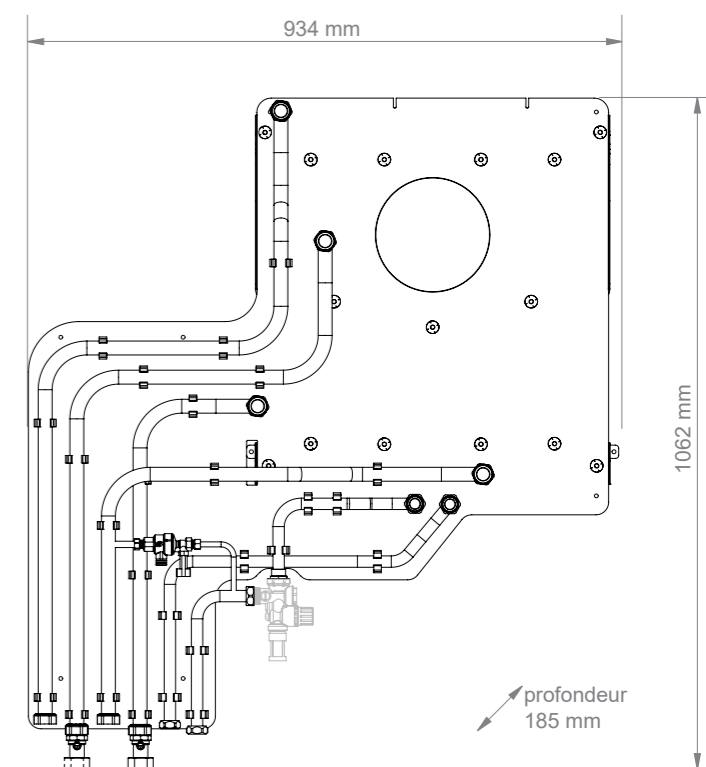

fig. 2 - Présentation du Dossieret de pré-raccordement GAUCHE 2 zones
- Se servir du disconnecteur (fig.2) pour le remplissage et l'appoint en eau du réseau de chauffage